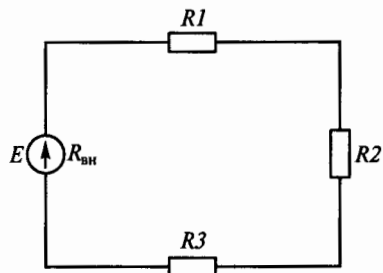

Рис. 13
**1.27.** Какое соединение резисторов  $R1...R3$  представлено на рис. 13?